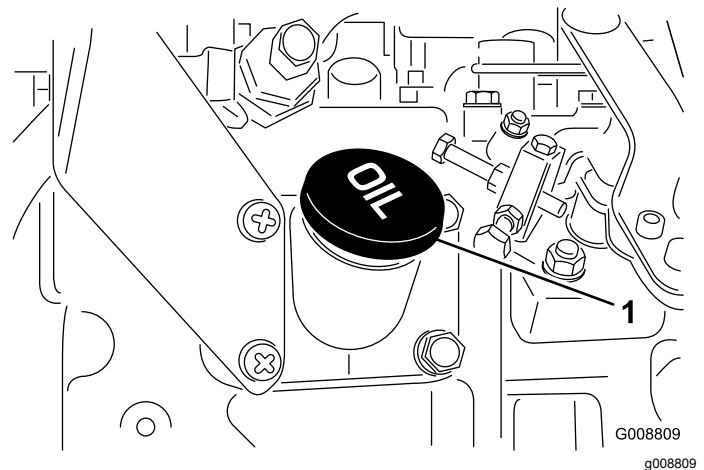

Figura 15
4. Si el nivel de aceite está por debajo del intervalo seguro, retire el tapón de llenado (Figura 15) y añada aceite hasta que el nivel llegue a la marca FULL. **No llene demasiado.**